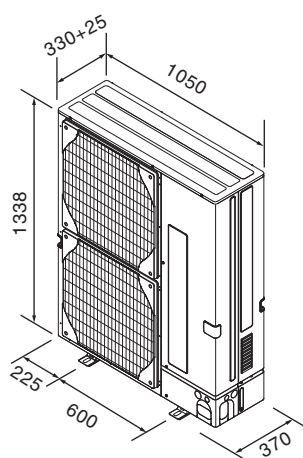

Fig. 2-2
2.3. Utvendige dimensjoner (utendørsenhete) (fig. 2-2)